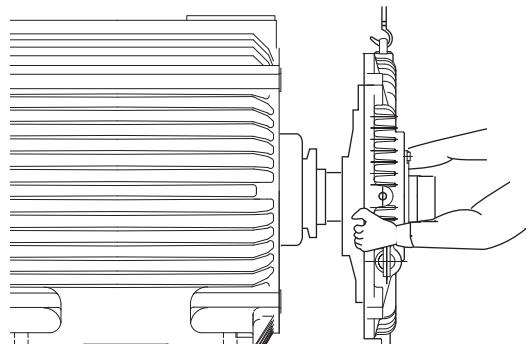

図 15.1 軸受ブラケット取はずし
(1) 連結反対側の軸端をジャッキ又は支持台で支え、軸受ブラケットをわずかに吊り上げます。
(2) フレームと軸受ブラケットの締付けボルトを取りはずし、軸受ブラケットを固定子枠から引き離します。
(3) 回転子を静かに固定子内径にのせます。
(4) 図15.1のように軸受ブラケットを吊り上げて取りはずします。